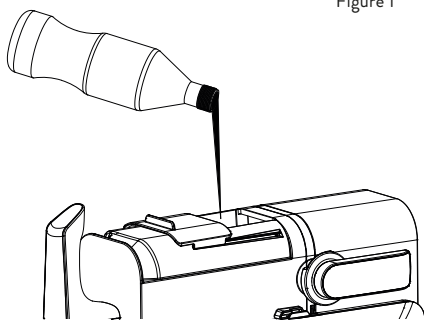
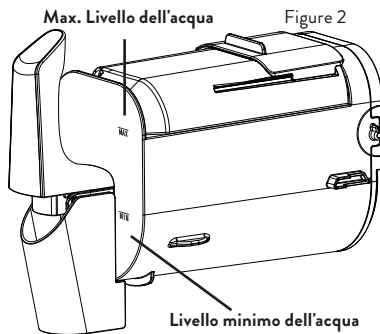

Figure 1
Figure 2
1. Vérifier que le récipient mélangeur est bien installé. Ouvrir le couvercle et verser lentement le liquide désiré (**Figure 1**). Le niveau doit être entre les repères Min. et Max. (**Figure 2**).